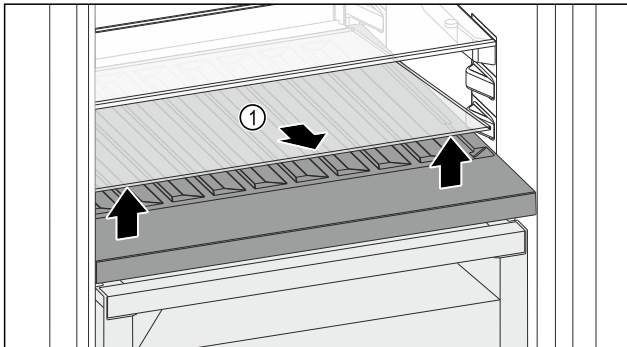

Fig. 170
- Soulever la plaque de verre Fig. 170 (1) au niveau de l'évidement avant et la retirer.
- Entreposer la plaque de verre Fig. 170 (1) dans un endroit sûr hors de l'appareil.
- Insérer la plaque de verre (2) sous le compartiment à bouteilles amovible.